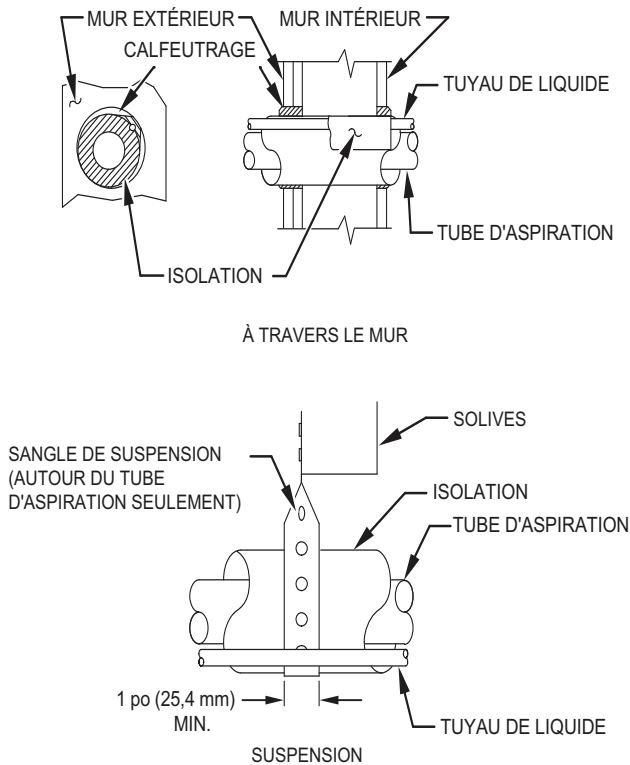

Figure 1 – Installation des conduites
5. Lors du passage des conduites de frigorigène au travers des murs, rendez les ouvertures étanches avec du RTV ou un autre matériau de calfeutrage flexible à base de silicone. (Fig. 1.)
7. Ne suspendez pas les conduites de frigorigène provenant des solives et des goujons au moyen de fils rigides ou de sangles en contact direct avec les conduites. (Fig. 1.)
9. Utilisez au besoin des courroies de suspension larges de 25,4 mm (1 po) et épousant la forme de l'isolant des conduites. (Fig. 1.)